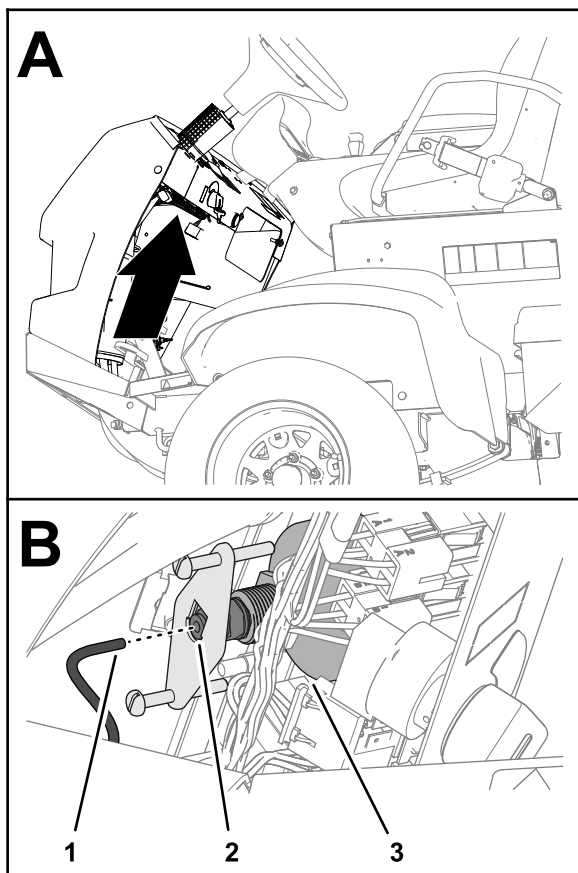

図 110
5. 水圧計の後ろについているチューブを外して、チューブの端を容器に入れる 図 110。